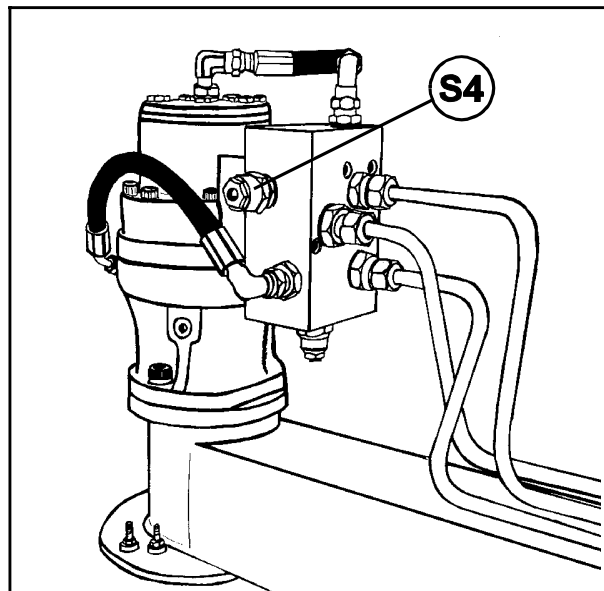

Fig. 13-3
- c) **Sikkerhetsventil på pluss-siden.** (S4, fig.13-3).
- d) **Holdeventil.** (Pos. 1, fig. 13-3).